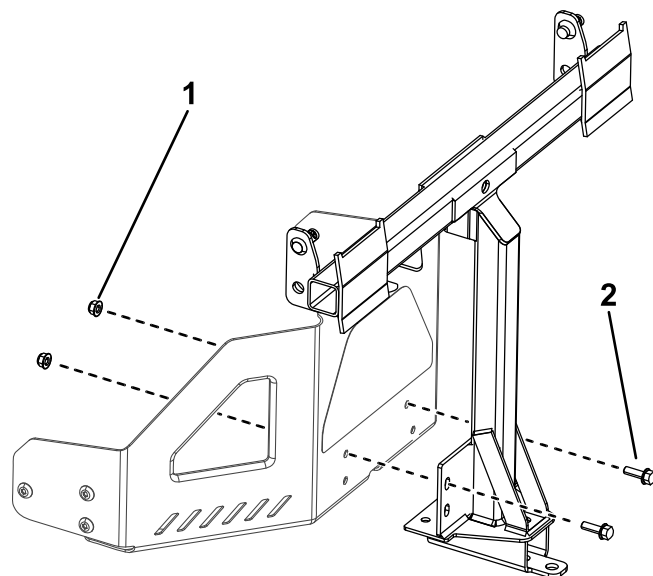

Figura 6
- Montate il telaio del perno sulla macchina come illustrato nella Figura 6. Fissate il telaio del perno al telaio della macchina utilizzando 2 bulloni (5/16" x 1") e 2 dadi di bloccaggio (5/16").